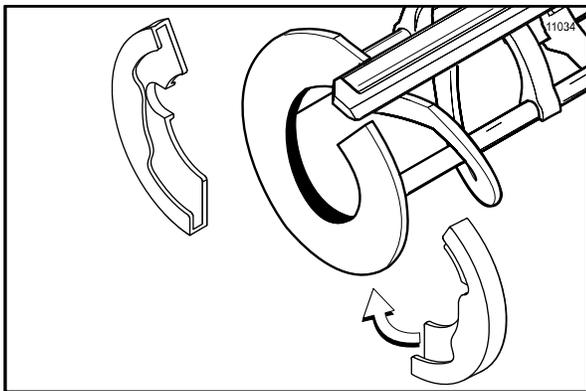

Figura 133
- Si las zapatas de la batidora están en buen estado, instálaslas. (Vea la figura 133).